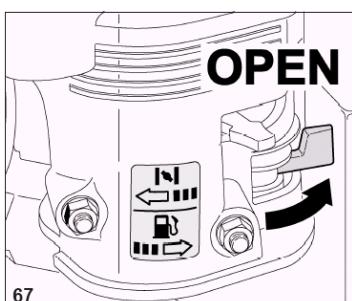

Рис.12
4. Перевести рычаг подачи топлива в положение “OPEN” (против часовой стрелки) (рис.12).